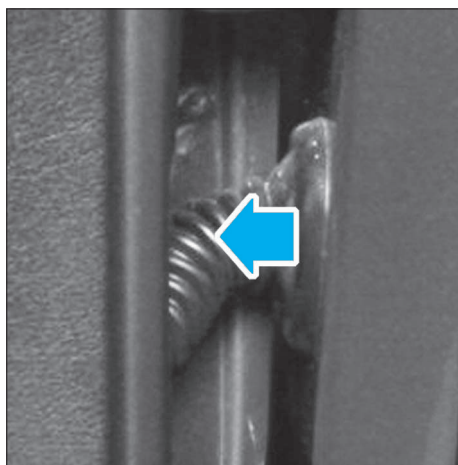

FIG. 55
- Ecarter la porte, puis débrancher le connecteur électrique alimentant la porte (Fig.55).